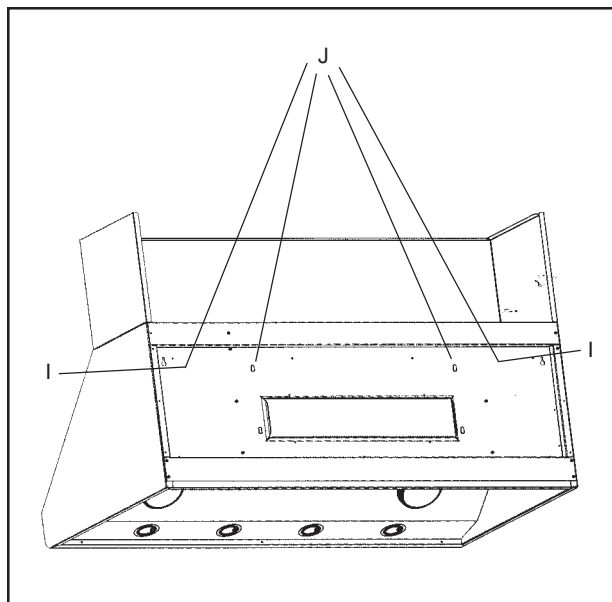

Figura 8
- Coloque la campana sobre los tornillos en el soporte de madera. Use los orificios marcados "I" en la Figura 8. Asegúrese que el soporte de madera quepa en la ranura en la parte trasera de la campana.
- Fije los tornillos (#8 x 5/8") a través de los agujeros en la campana al soporte de madera desde el interior de la campana. Vea los agujeros marcados J en la Figura 8.